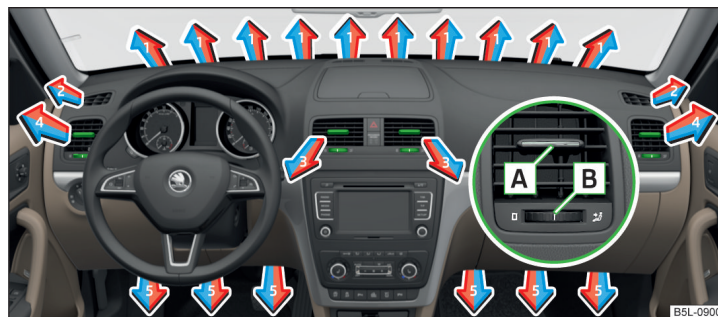
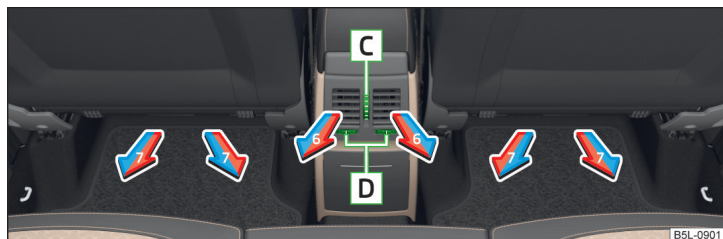

Fig. 117 Fantele de ventilație față
Fig. 118 Fantele de ventilație spate
La fantele de ventilație **3, 4** » fig. 117 și **6** » fig. 118 se poate modifica direcția curentului de aer, iar duzele se pot închide și deschide și individual.
Reglarea sensului curentului de aer care iese din fantele de ventilație **3** și **4** are loc prin deplasarea servoelementului **A** » fig. 117 în direcția dorită.
Reglarea sensului curentului de aer care iese din fantele de ventilație **6** are loc prin rotirea regulatorului **C**, respectiv **D** » fig. 118 în direcția dorită.
► Pentru **deschiderea/închiderea** fanțelor de ventilație **3** și **4** rotiți regulatorul **B** în poziția / **0** » fig. 117.
► Pentru **deschiderea/închiderea** fanțelor de ventilație **6** rotiți regulatorul **C** între pozițiile finale/în poziția finală » fig. 118.
Setarea direcției fantei de ventilație	Fante de ventilație » fig. 117 și » fig. 118
Fantele de ventilație **6** » fig. 118 sunt prevăzute numai la autovehiculele cu consolă centrală înaltă.